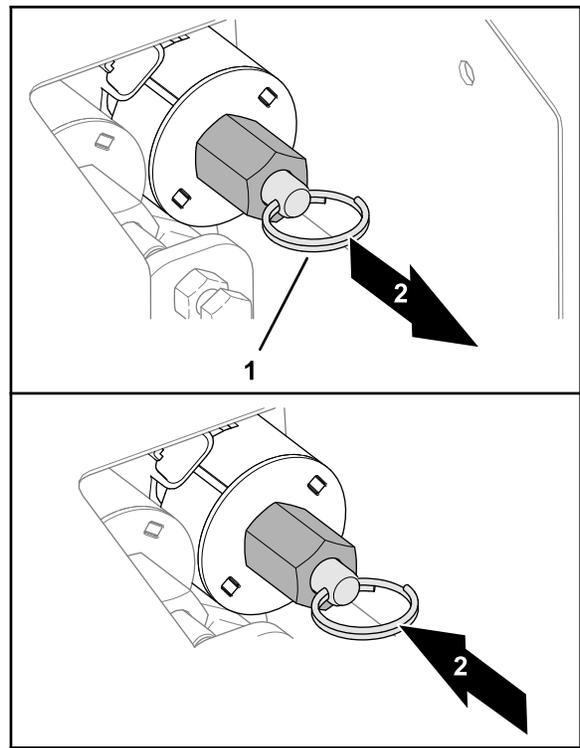

Рисунок 36
- Чтобы опустить бункер (Рисунок 36), вытяните наружу кольцо на штоке клапана.
- Чтобы поднять бункер (Рисунок 36), нажмите на разрезное кольцо на штоке клапана.